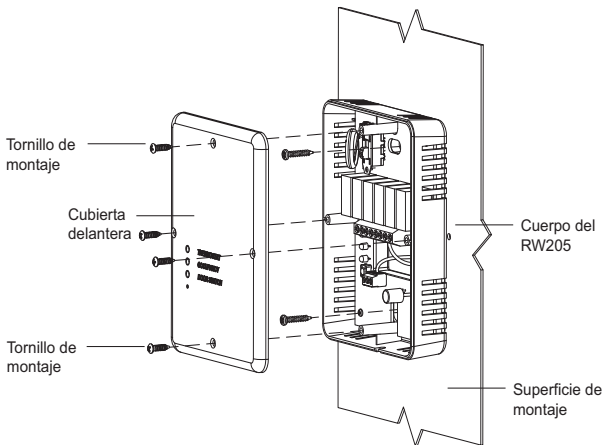

Figura 1. Instalación en la superficie
- Montaje en una caja para dispositivos estándar de 2" x 4". La placa de refuerzo del RW205 contiene ranuras para montaje para la instalación vertical. Consulte la Figura 1 a continuación.
- Montaje en la superficie interior de un compartimiento para cableado PTAC. Instálelo a través de los agujeros de la caja del dispositivo con (2) tornillos para lámina de metal. Consulte la Figura 1 a continuación.